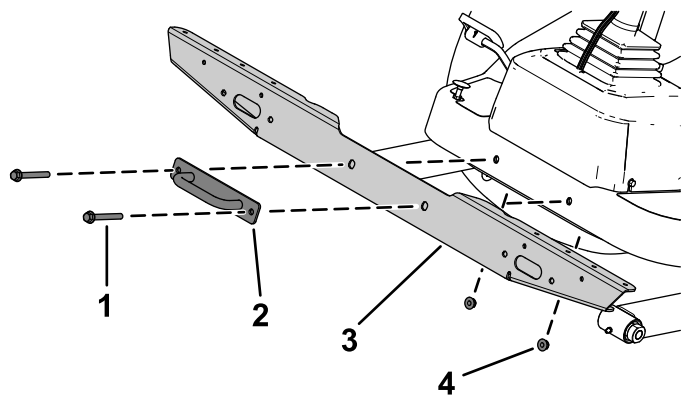

Figur 17
1. Fjern holdebeslaget fra platformen (Figur 17). Gem delene.